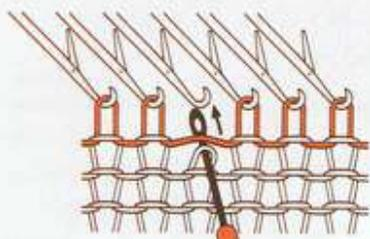

Fig. 92
- Enfiler le poinçon dans la maille à rattraper (fig. 92).